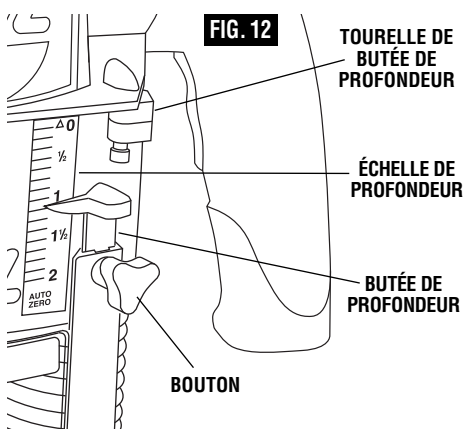

FIG. 12
2. Pour régler la profondeur de coupe désirée. Desserrez le bouton du repère de profondeur et la tige de profondeur à remise à zéro automatique se mettra automatiquement à zéro. Vous êtes maintenant prêt à effectuer votre réglage de profondeur (Fig. 12).